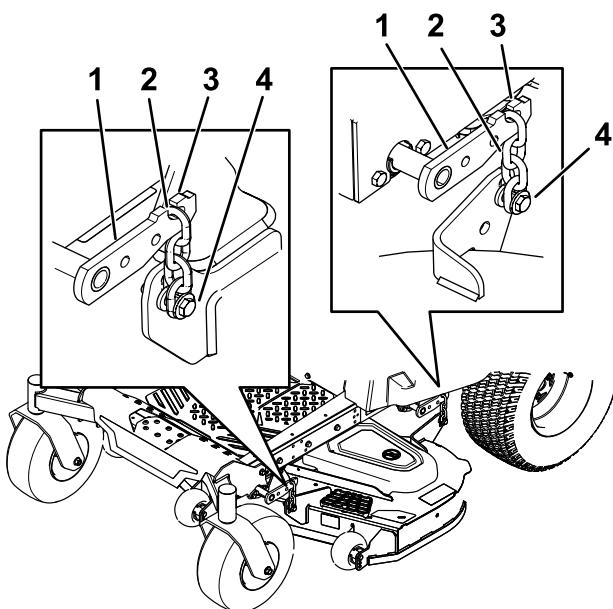

Figure 75
5. Desserrez les boulons de réglage aux 4 coins de sorte que le plateau repose bien sur les 4 cales (Figure 75).
6. Vérifiez que les 4 chaînes sont tendues (Figure 75).
7. Resserrez les 4 boulons de réglage (Figure 75).